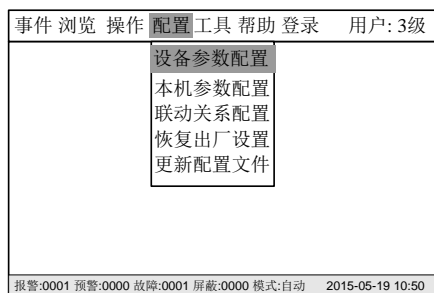

图 18-2
2. 按“→”键选择“配置”子菜单（图 18-2），然后按“↓”键选择“设备参数配置”，然后按“OK”键。